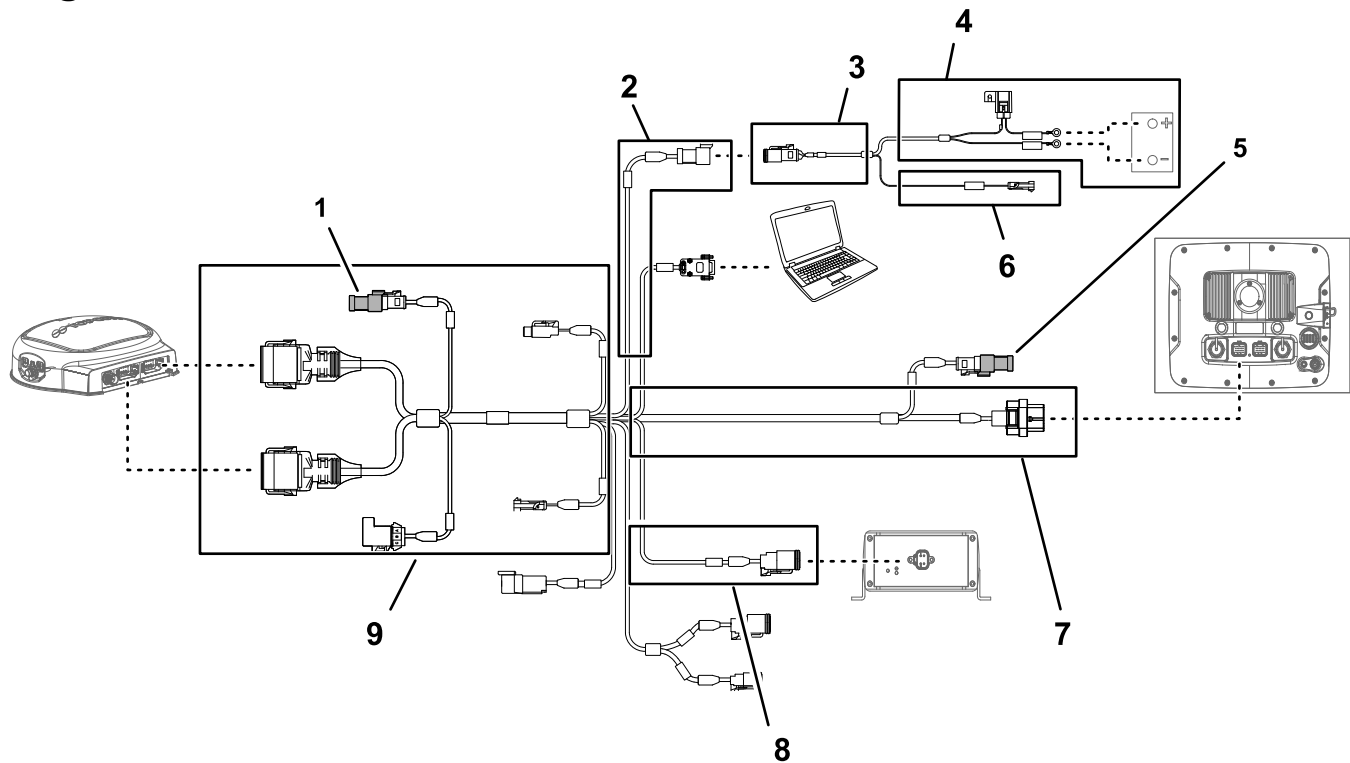
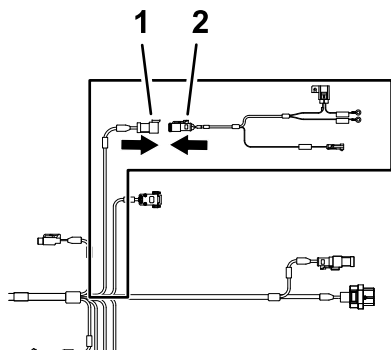

Figura 162
Figura 163
1. Si no está instalada, introduzca la resistencia de terminación en el conector eléctrico de la rama de 390 cm del arnés de datos del receptor de navegación (Figura 162).
2. Si no está instalada, introduzca la resistencia de terminación en el conector eléctrico de la rama de 220 cm del arnés de datos del monitor de fumigación (Figura 162).
3. Conecte el conector hembra de 3 vías (interfaz de alimentación eléctrica) del arnés eléctrico de navegación al conector de 3 pines (interfaz de alimentación eléctrica) del arnés de datos (Figura 162 y Figura 163).